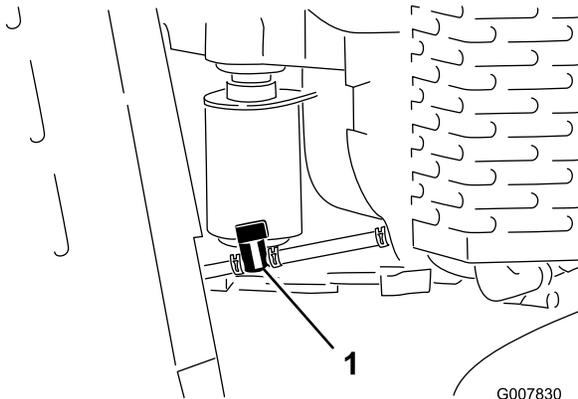

Bild 37
4. Schließen Sie den Kraftstoffhahn (Bild 37).
3. Schließen Sie den Kraftstoffhahn (Bild 37).
5. Drücken Sie die Enden der Schlauchklemme an der Motorseite des Kraftstoffhahns zusammen und schieben Sie ihn an der Kraftstoffleitung vom Ventil weg (Bild 37).
6. Ziehen Sie die Kraftstoffleitung vom Ventil (Bild 37).
7. Drehen Sie den Kraftstoffhahn in die geöffnete Stellung (Bild 37).